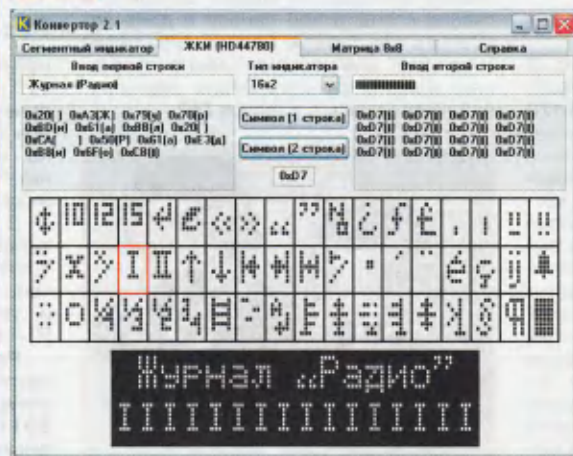

Рис. 2
**"ЖКИ (HD44780)"** (рис. 2). Индикаторы на базе контроллера HD44780 имеют встроенный знакогенератор. Зная коды символов, выводить их на экран довольно просто. Затруднения вызывает то, что у многих символов коды не совпадают с привычными, принятыми в компьютере. Для некоторых символов компьютерных эквивалентов вообще нет. Программа "Конвертор" версии 2.1 позволяет вводить с клавиатуры и редактировать текст, предназначенный для отображения на экране ЖКИ, располагая его так, как он будет выглядеть на экране. Специальные символы вводятся из имеющейся на рассматриваемой вкладке таблицы с их изображениями.